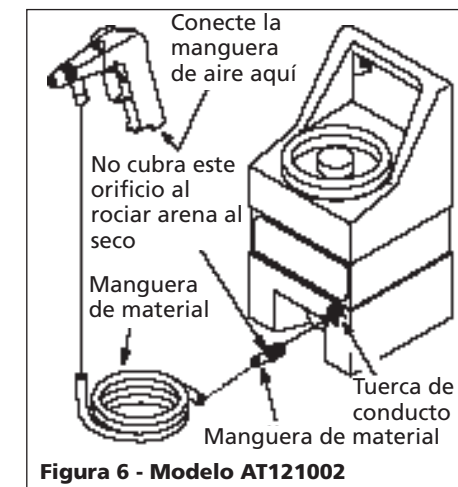

Figura 6 - Modelo AT121002
- Conecte la manguera de material al conector. Conecte el otro extremo de la manguera de material a la pistola (Vea la Figura 6). Nunca asegure la manguera con abrazaderas.